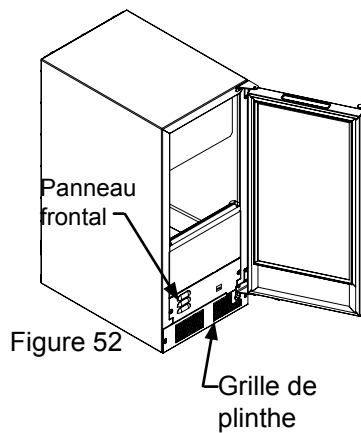

Figure 52
2. Ôtez le panneau frontal et la grille de plinthe de l'avant de la machine à glaçons (Voyez les Figures 52 et 52a).